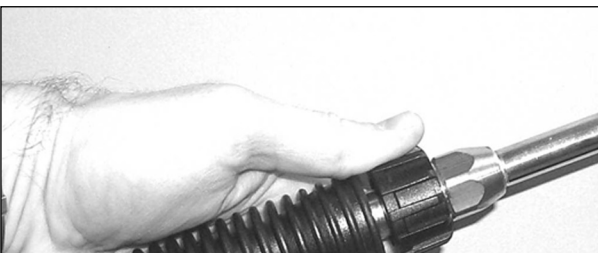

Figure 7 - Fixer la lance au pistolet
7. Fixer la lance au pistolet (voir figure 7).